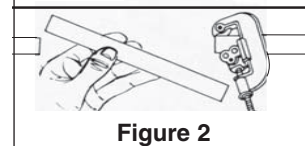

Figure 3
3. Raccorder le robinet d'arrêt limiteur de suralimentation au chauffe-eau à l'aide du raccordement à compression, avec la flèche pointant dans la direction de l'ensemble AP430SS, de manière à avoir accès à l'écrou de vidange pour évacuer la pression au moment de changer la cartouche. S'assurer de bien resserrer l'écrou de vidange. (figure 3).